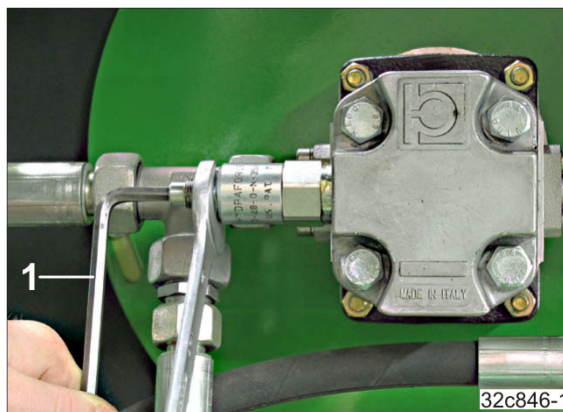

Bild 165
1. Lossa kontramuttern (Bild 165).
- 2.1 Vrid skruven med insexnyckeln (Bild 165/1) motsvarande.
2. Ställ in börvarvtalet för fläkten med insexnyckel (Bild 165/1) på tryckbegränsningsventilen. Överskrid inte det maximala fläktvarvtalet på 4000 1/min.